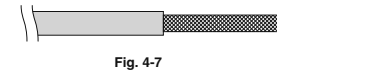

Fig. 4-7
- (1) Retire la cubierta del cable sin arañar el blindaje trenzado. (Fig. 4-7)